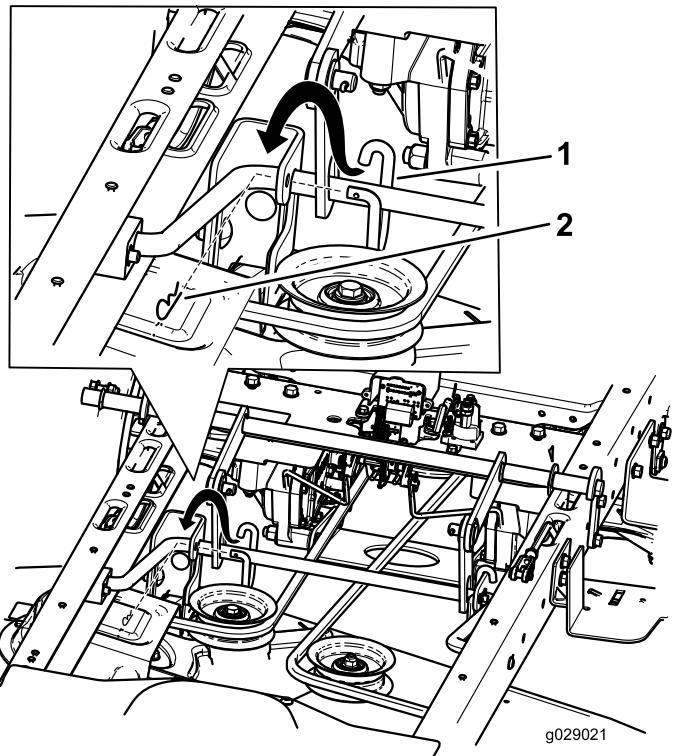
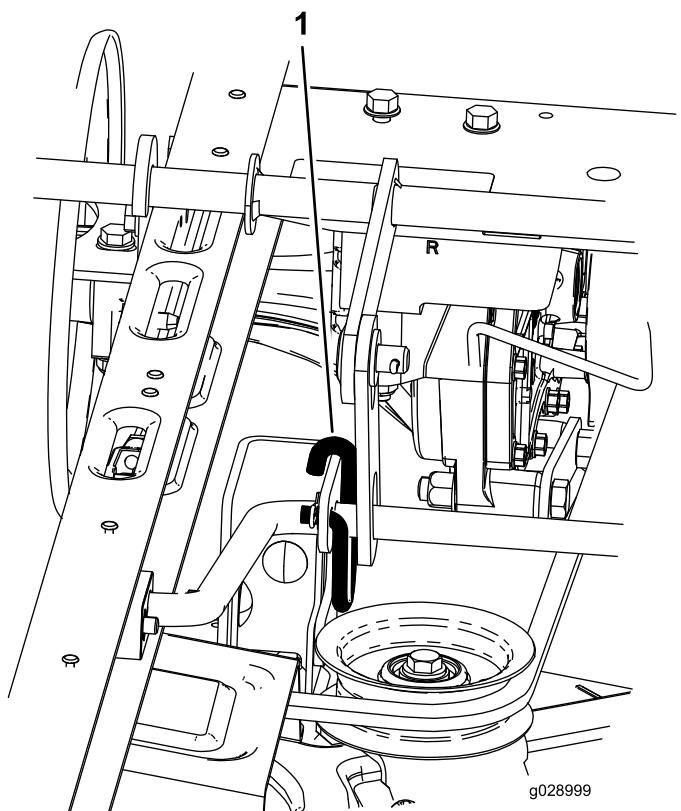

Figure 2
Figure 3
2. Montez les biellettes de maintien droite et gauche et fixez-les avec les goupilles fendues. Voir la Figure 2 et la Figure 3.
**Remarque:** Veillez à monter les biellettes entre le plateau de coupe et les supports du cadre, comme montré à la Figure 3.